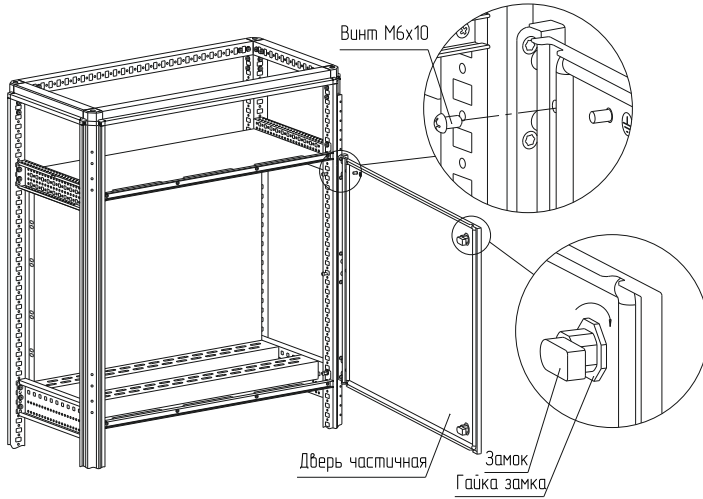

Рисунок 55
4.28.5 Закрепите дверь частичную к петле на винты М6×10, момент затяжки – 7 Н·м. Установите на дверь частичную замок и зафиксируйте его гайкой (рисунок 55).